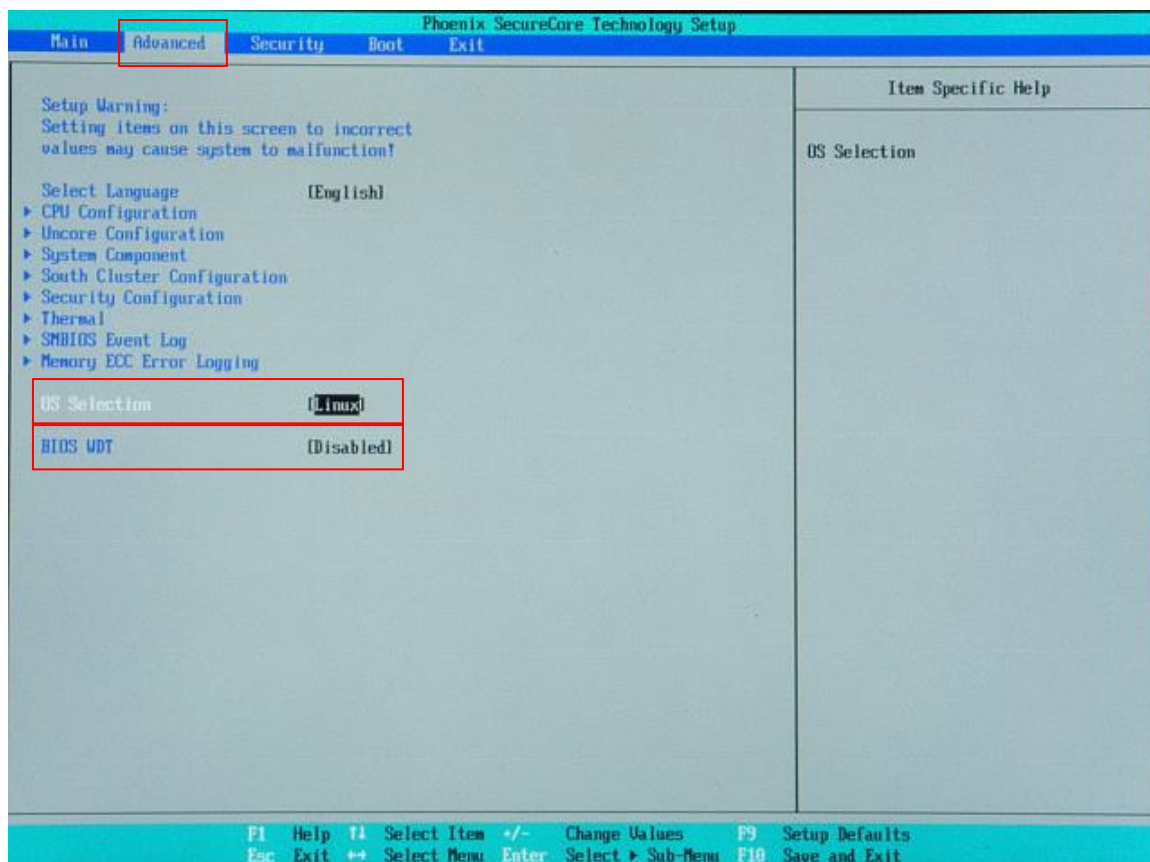

図 5-2-1-1. BIOS 設定 Advanced メニュー
- ⑧ [Boot]メニューを選択します。(図 5-2-1-2)
- ⑨ [USB CD] (接続した USB-DVD ドライブ) を [ATA HDD0] (m-SATA メインストレージ) よりも上に設定します。